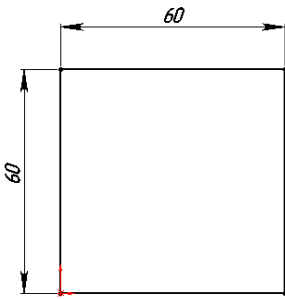

Рисунок 9.44 - Ескіз днища
1. Побудову деталі Короб почнемо зі створення ескізу днища на площині **«Спереди»** (рис. 9.44). На основі ескізу побудуємо об'єкт у вигляді квадратної призми. Для цього активізуємо кнопку - **«Вытянутая бобышка/основание»** й витягнемо квадратну основу на 60 мм (рис. 9.45).